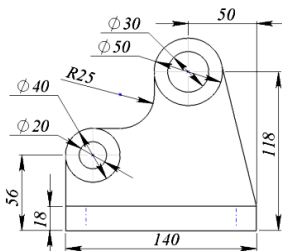

Рис.4. Повністю визначений ескіз
2. Задати необхідні взаємозв'язки й розміри, щоб повністю визначити ескіз (Рис.4).